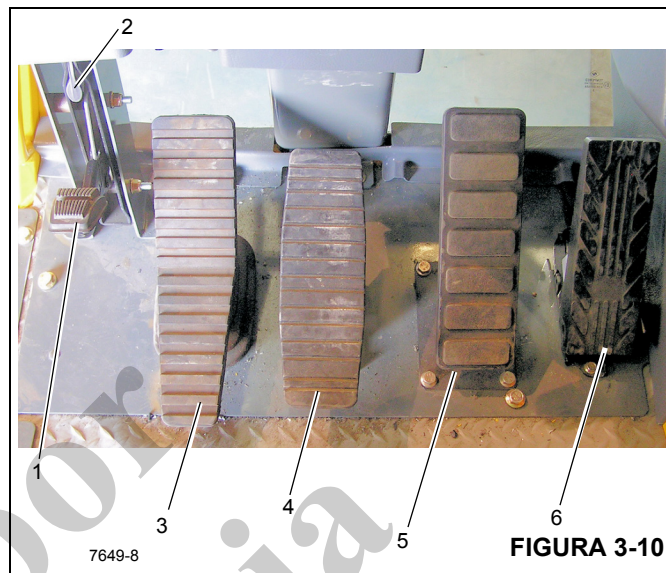

Figura 3-10 - Números de artículos
El pedal del bloqueo de giro en 360° (1) (Figura 3-10) se encuentra en el lado izquierdo del piso de la cabina de la grúa. El pedal se utiliza para activar el sistema de bloqueo de giro para evitar que la torreta gire. Para soltar el bloqueo de giro, tire de la palanca de soltado del bloqueo de giro de 360° (2) hacia arriba.
El pedal del freno de giro (3) (Figura 3-10) se encuentra en el lado izquierdo del piso de la cabina. El pedal del freno de giro se usa para reducir la velocidad del movimiento de giro o detenerlo. La fuerza de frenado es proporcional a la distancia que se pise el pedal. Si no se pisa el pedal y se desengrana la válvula de control del freno de giro, se aplica presión hidráulica al freno, lo cual vence la tensión de su resorte para soltarlo. Cuando se pisa el pedal, se acciona la válvula del servofreno de giro que aplica presión al conjunto del freno. Esta presión auxilia a la tensión del resorte para vencer la presión hidráulica aplicada al circuito de liberación del freno, lo cual aplica el freno según la presión recibida de la válvula del servofreno de giro.
El pedal de control de telescopización (4) (Figura 3-10), presente cuando la grúa está provista de malacate auxiliar, se encuentra en el lado izquierdo del piso de la cabina. Pise la parte superior del pedal para extender la pluma y la parte inferior del pedal para retraerla.
El pedal de frenos (5) (Figura 3-10) es el segundo pedal contado desde la derecha en el piso de la cabina. El pedal se pisa para regular la aplicación de los frenos de servicio.
El pedal acelerador (6) (Figura 3-10) se encuentra en el lado derecho del piso de la cabina. Se usa para controlar la aceleración del motor, la cual aumenta o disminuye proporcionalmente según la presión aplicada al pedal. El pedal está conectado por medios eléctricos al módulo de control de la superestructura, el cual envía una señal a la unidad de control del motor por vía del enlace de datos J1939.